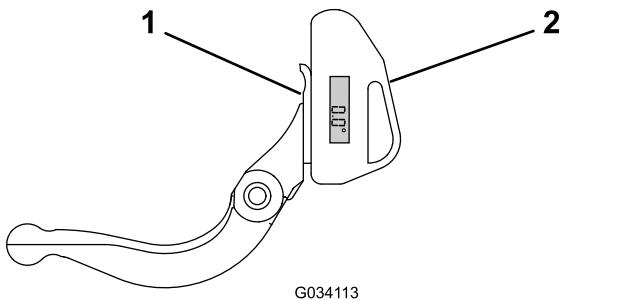

Figura 32
1. Posizionate il goniometro sul lato inferiore della controlama, come illustrato nella Figura 32.